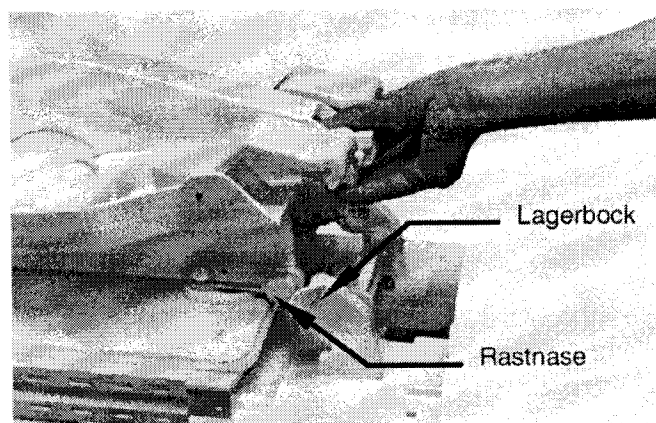

рис.2
4. Спинку с одетым чехлом положить на подставку под сидение. Затем, как показано на рис.2, ввести спинку замковыми лапками в кронштейны подставки под сидение.